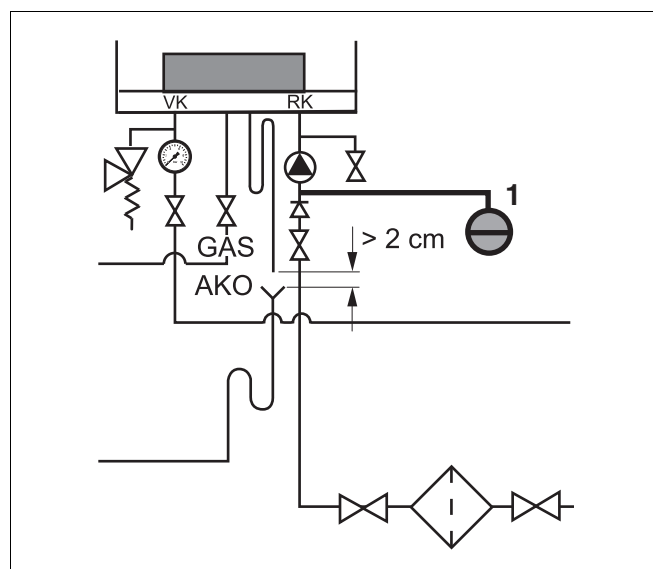

Рис. 21 Подключение расширительного бака в случае отдельного монтажа
- Подключить расширительный бак к обратной линии котла (RK). При наличии гидравлического разделителя подключить расширительный бак к обратной линии вторичного контура. (рис. 21, поз. 1).